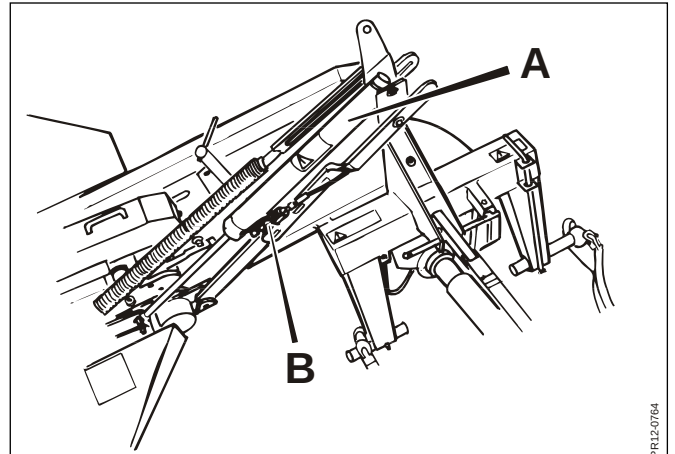

Fig. 2-2
Fig. 2-2: Maskinen er udstyret med en enkeltvirkende hydraulikcylinder (A), som bruges til at løfte skæreenheden under arbejdet i marken, samt under transport. Hydraulikslangen tilsluttes et af traktorens hydraulikudtag.